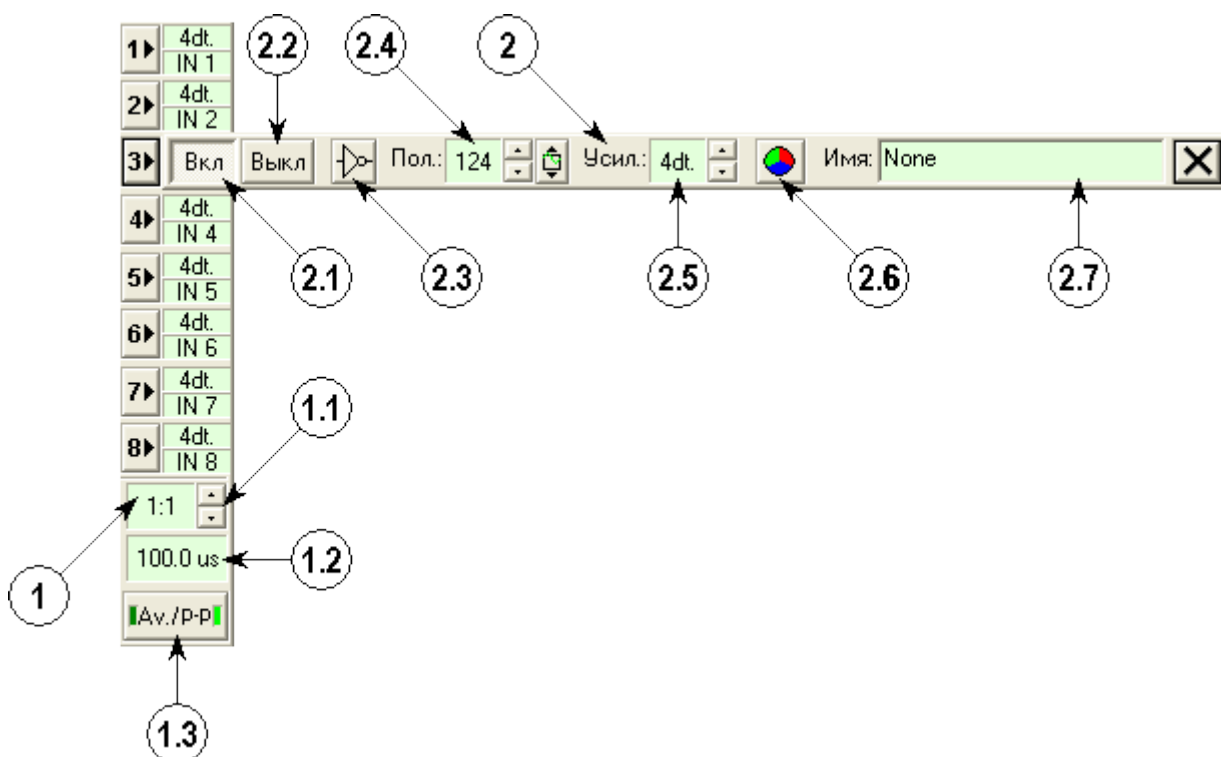
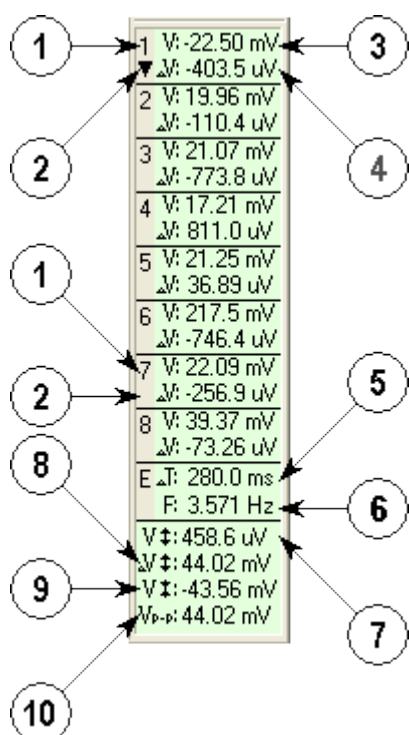
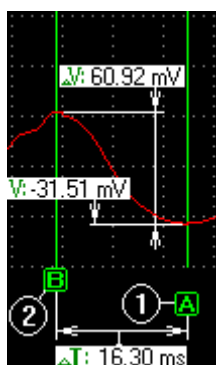
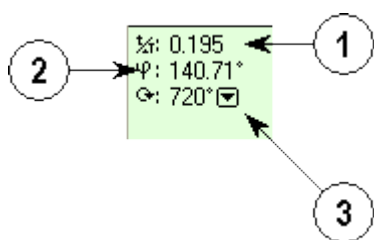

Рис. 7. Панель управления [1] и панель управления канала [2] в режиме просмотра бинарных файлов.
Рис. 8. Измерительная панель:
Рис. 9.
Рис. 11. Элемент отображения скважности и фазы измерительной панели:
Как и в режиме осциллографа (анализатора) управление параметрами отображения сигналов осуществляется при помощи панели управления, расположенной в левой части экрана (по вертикали). Вид данной панели приведен на рис. 7 указатель [1].
Для изменения параметров канала используется панель настройки канала. Данная панель изображена на рис. 7 указатель [2].
Панель позволяет (рис. 7 указатели [2.x]):
Для лучшей визуализации низкочастотного сигнала или его низкочастотной составляющей панель управления позволяет "сжать" сигнал во временном интервале. Данную функцию выполняет элемент "Текущее сжатие" (рис. 7 указатель [1.1]). При использовании режима сжатия (значение сжатия выше 1:1), режим отображения информации изменяется элементом панели управления режим отображения сигнала см. рис. 7 указатель [1.3]. Его функции идентичны соответствующему элементу панели управления в режиме осциллографа (анализатора) см. п. 3.4.
Текущее значение интервала времени на деление измерительной сетки отображается элементом "Время/дел" см. рис. 7 указатель [1.2].
Проведение измерений возможно в реальном режиме времени осциллографа (анализатора), а также при работе с записанным бинарным файлом. Программа позволяет производить измерения среднего (пикового) значений напряжения и разности напряжений, а также временного интервала и частоты. Все измерения осуществляются при помощи измерительной панели (см. рис. 8) и маркеров (см. рис. 9).
Далее, по направлению вниз, расположен элемент, который отображает временной диапазон (Т), ограниченный маркерами "А" – "В", и соответствующую ему частоту (1/Т) см. рис. 9.
- 3 – текущее среднее напряжение для канала 1 в точке, на которую указывает маркер "А" (см. рис. 9);
- 4 – текущая средняя разность напряжений для канала 1 в точках, заданных маркерами "А" и "В" (см. рис. 9);
- 5 – интервал времени Т между маркерами "А" и "В" (см. рис. 9);
Как показано на рис. 9: напряжение определяется по маркеру "А" (1), разность напряжений соответствует разности напряжений между точками, на которые указывают маркеры "А" (1) и "В" (2).
Элементы указатели [7], [8], [9], [10] рис. 8 активизируются только при работе с аналоговыми данными на определенных развертках в режиме осциллографа или при использовании опции сжатия (сжатие $> 1:1$ см. рис. 7 указатель [1.1]) в режиме просмотра бинарного файла. Эти элементы отображают информацию только по "выбранному" каналу. Он помечается "стрелкой вниз" в левой части прямоугольника, отображающего его средние значения (см. рис. 8 указатель [2]).
Для измерения параметров скважности и фазы сигналов, измерительная панель снабжена элементом для отображения скважности и фазы рис. 11. Данный элемент отображается вместо элемента, отмеченного на рис. 8 указателями [7], [8], [9], [10].
Для изменения номера канала, по которому отображается информация в элементе (рис. 8 указатели [7], [8], [9], [10]) необходимо переместить курсор мыши на номер устанавливаемого канала (рис. 8 указатель [1]) и нажать левую клавишу мыши. Активировать или де активировать элемент скважности и фазы можно при помощи опции меню "Отображать => Расширенная изм. информация для => временных парам." или поместить курсор мыши на элемент временных параметров (рис. 8 указатели [5], [6]) и нажать левую клавишу мыши. Чтобы сменить текущий предел градусной сетки необходимо переместить курсор мыши на стрелку вниз справа от значения текущего предела градусной сетки (рис. 11 указатель [3]) и нажать левую кнопку мыши. Затем выбрать нужное значение из списка.
Окно активизируется опцией меню "Отображать => Индикатор значения => Канал <номер канала>" или двойным щелчком мыши на элементе требуемого канала измерительной панели (см. рис. 8 указатели [3], [4]).
Для облегчения функции навигации, а также для возможности внесения комментариев, характеризующих ключевые участки осциллограммы, в систему отображения осциллограммы добавлено использование маркеров-закладок. Каждый маркер привязан к заданному положению во временной шкале осциллограммы. Установка или удаление маркера осуществляется следующим образом: измерительный маркер (1) см. рис. 9 устанавливается в требуемую позицию, затем при помощи опции меню "Закладки => Установить/Убрать" или кнопкой  панели инструментов устанавливается или удаляется маркер. Эту же функцию выполняет сочетание клавиш Ctrl+F2. Если в заданной позиции маркер отсутствовал, он устанавливается, в противном случае – удаляется. Для просмотра всего списка маркеров в программе предусмотрено окно списка маркеров рис. 19. Данное окно активизируется опцией меню "Закладки => Показать все" или кнопкой  панели инструментов. Подробно об окне списка маркеров см. ниже.